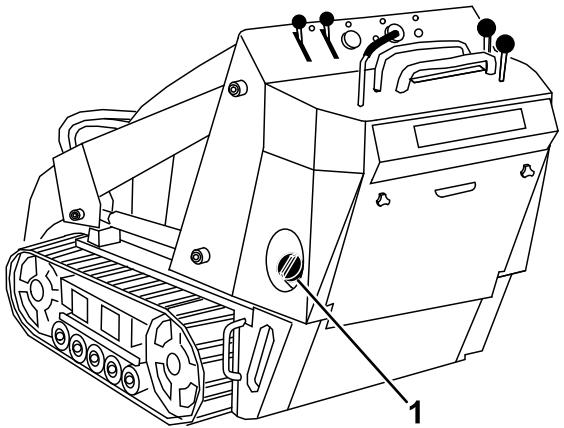

Bild 14
3. Reinigen Sie den Bereich um den Tankdeckel und nehmen Sie den Deckel ab (Bild 14).